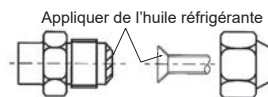

Fig. 7-2
- (3) Appliquez de l'huile réfrigérante sur la surface évasée. (Fig. 7-2)